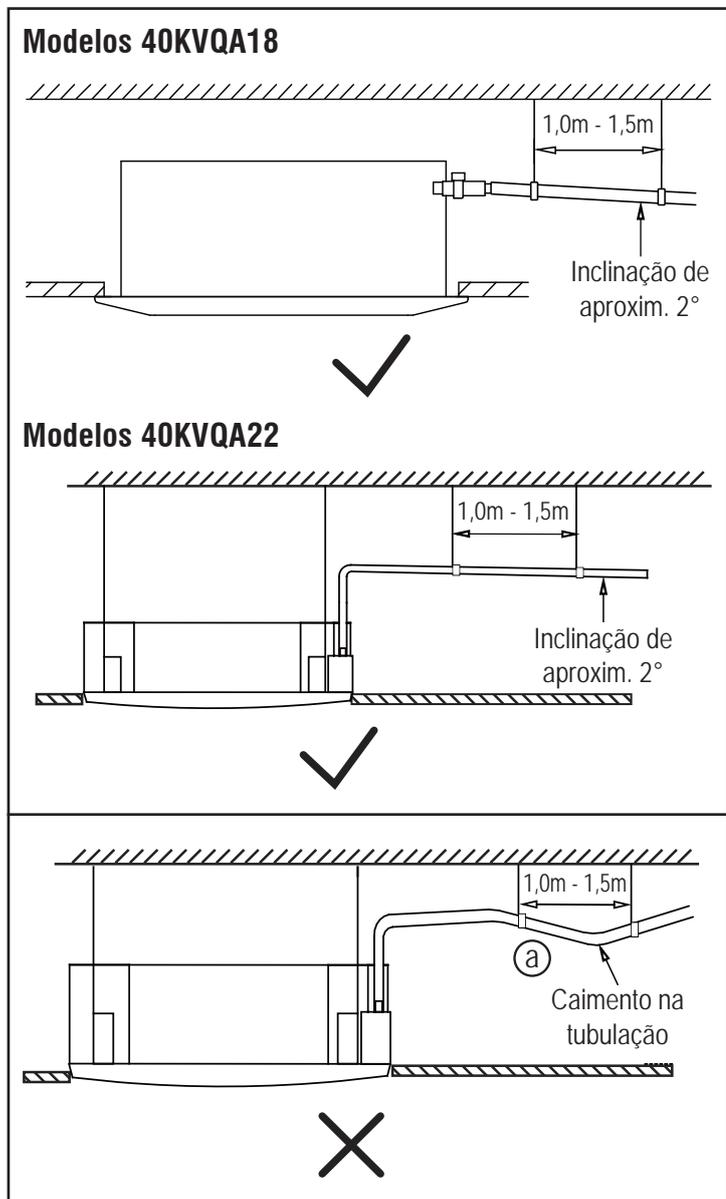

FIG. 36
- Para evitar que a tubulação tenha caimentos ("a" no exemplo da fig. 36), utilize fios/cabos suspensos a cada intervalo de 1 m - 1,5 m.